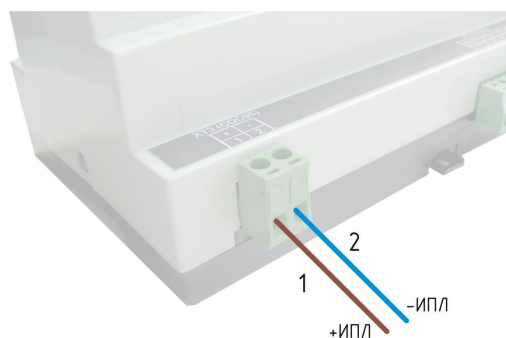

Рисунок 6- Подсоединение ИПЛ
2) Выводы линии ИПЛ подключить, соблюдая полярность, к клеммам соединителя ХТЗ (рисунок 6). При наличии воздушных участков ИПЛ подключить к выходу БКД-DIN блок грозозащиты ГР-1Д, который обязательно должен быть заземлен. Максимальная длина кабеля связи между БКД-DIN и ГР-1Д должна быть не более 3 м.